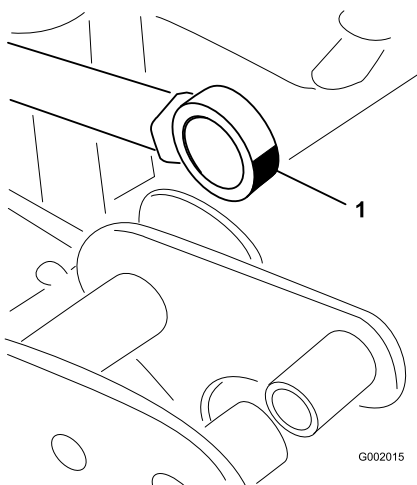

Bild 46
5. Drehen Sie das Lagerende der Aktuatorstange und schmieren Sie Schmiermittel in das Lager (Bild 46). Wischen Sie überflüssiges Fett ab.